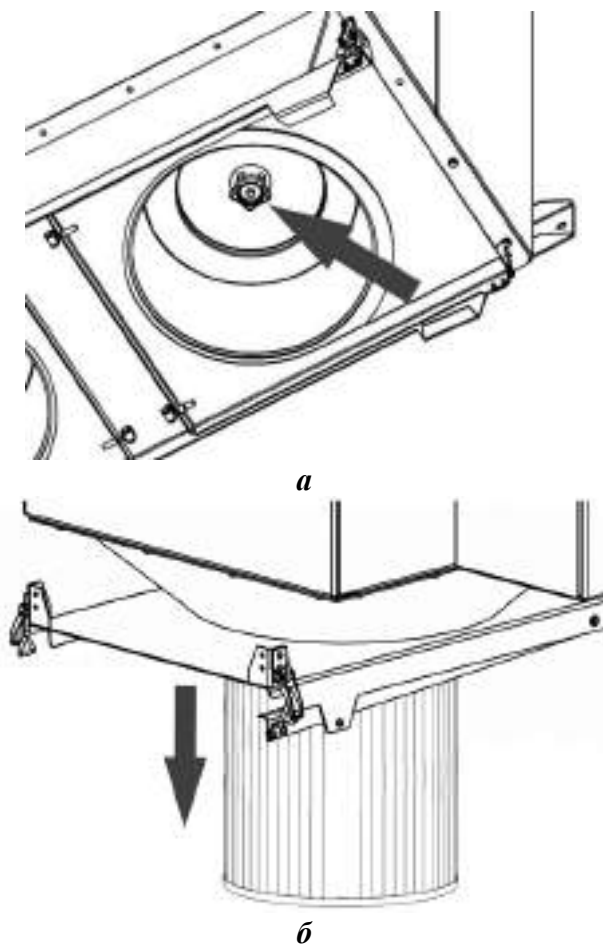

Рисунок 6
- 1) разжать защёлки на кронштейне пылесборников (рисунок 6а);
- 2) поочерёдно опустить прижимные пластины, выдвинуть и снять пылесборники (рисунок 6б);